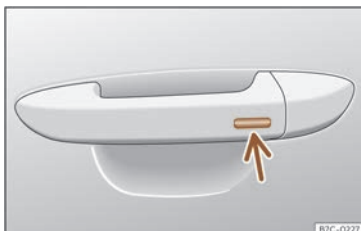

Fig. 62 Manecilla de la puerta: superficie sensora.
- **O BIEN:** mediante el sistema Keyless Access (sólo cierre): Mantenga un dedo durante algunos segundos sobre la superficie sensora de bloqueo >>> **fig. 62** (flecha) de la manecilla de la puerta para que se cierren las ventanillas y el techo. Si deja de tocar la superficie sensora se interrumpe la función de cierre.
Mantenga un dedo durante algunos segundos sobre la superficie sensora de bloqueo >>> fig. 62 (flecha) de la manecilla de la puerta para que se cierre el techo. Si deja de tocar la superficie sensora se interrumpe la función de cierre.